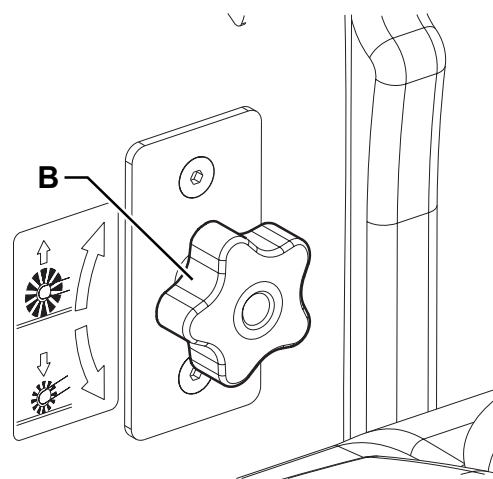

Figure 7
2. Tourner la poignée (B, Fig. 7), en considérant que :
- après avoir soulevé le balai avec le levier (63), pour réduire la largeur de la trace il faut tourner la poignée dans le sens des aiguilles d'une montre.